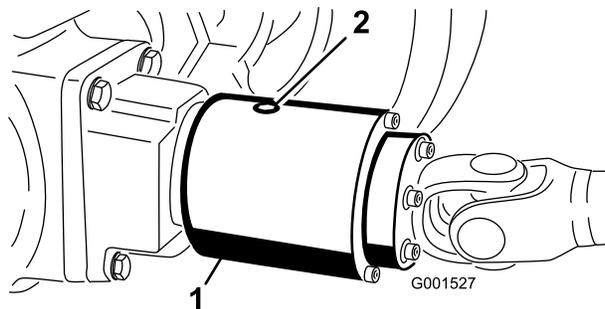

図 28
2. クラッチ (図 28) を回して点検プラグ (図で 12時の位置にある) が4時の位置にくるようにする。